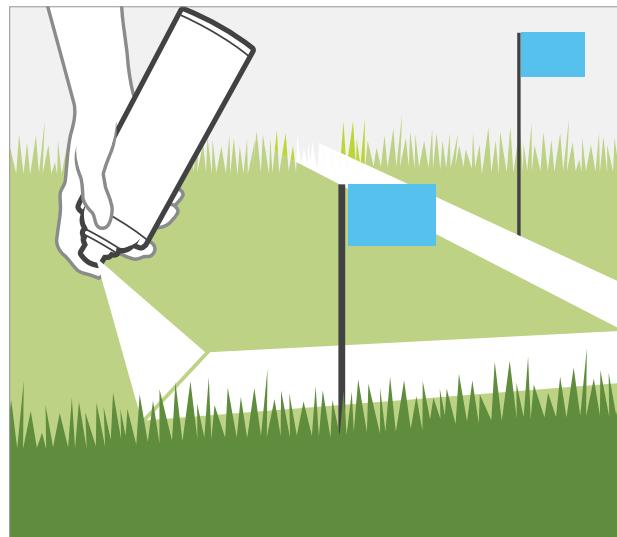

Abbildung 1
1. Zeichnen Sie mithilfe von Sprühfarbe und kleinen Flaggen die Rohrleitungen vom POC zu den Ventilverteilern auf. Markieren Sie das Layout der Beregnungsanlage (*Abbildung 1*).